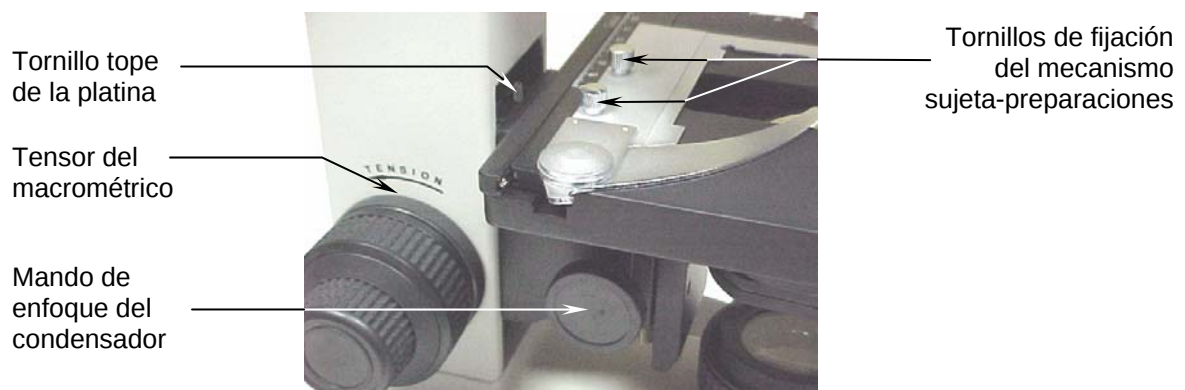
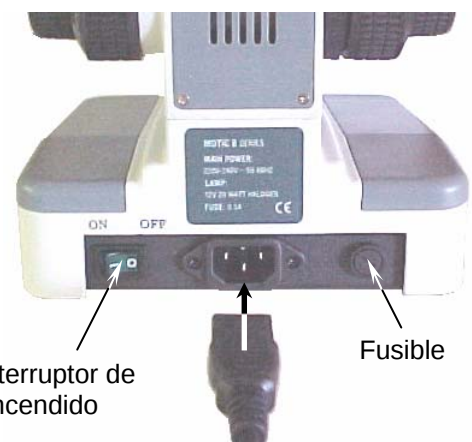

Fig. 1
Fig. 4
A. Condensador (10):
- Gire el mando macrométrico (16) hasta que la platina (8) quede en su posición más alta.
- Gire el mando de enfoque del condensador (Fig.1), hasta que el porta-condensador quede en su posición más baja.
- B. Mecanismo sujeta-preparaciones (6): Gire el mando macrométrico (16) hasta que la platina (8) quede en su posición más baja. Desenrosque completamente los dos tornillos de fijación (Fig. 1) del mecanismo sujeta-preparaciones. Coloque el mecanismo sobre la platina con la palanca de la pinza móvil hacia arriba (4) haciendo coincidir los orificios del mecanismo con los orificios de los tornillos de sujeción. Rosque de nuevo los tornillos de sujeción firmemente.
- C. Objetivos (5): Asegúrese que el revólver porta-objetivos (3) está bien posicionado, para ello el revólver no debe rotar libremente, gírelo hasta que oiga el “clic” y quede bloqueado. Coloque entonces los objetivos empezando por el de menor aumento 4X en cualquiera de los orificios del revólver. A continuación coloque el siguiente objetivo mayor 10X en el orificio contiguo, luego el objetivo de 40X y finalmente el objetivo de 100X.
- D. Cabezal (12): Afloje el tornillo de sujeción del cabezal (14) y retire la tapa de protección del aro donde se coloca el cabezal. Inserte el cabezal hasta que esté bien apoyado sobre el brazo del estativo (15). Aunque el cabezal puede colocarse en cualquier posición, recomendamos por comodidad, que los porta-oculares (13) queden hacia la parte frontal del microscopio. Apriete de nuevo el tornillo de sujeción del cabezal firmemente.
- E. Oculares (1): Retire las tapas protectoras de los tubos porta-oculares (13). Coloque los oculares en los tubos suavemente y sin tocar la superficie de las lentes.
- F. Filtro: Coloque el filtro azul sobre el iluminador (19). Asegúrese de que el filtro queda bien posicionado.
- G. Cable de alimentación: Inserte el cable de alimentación en el conector situado en la parte posterior del microscopio (Fig. 4)
1. Antes de usar el microscopio, ajuste el control de intensidad de luz (20) al mínimo. Esta operación debe ser realizada cada vez, antes de encender o apagar el microscopio, así prologaremos la duración de la bombilla.
2. Pulse el interruptor de encendido en posición ON. (Fig. 4)
4. La intensidad de luz debe ajustarse según el objetivo (5) utilizado o el tipo de preparación a observar.
1. Enfoque una preparación con el objetivo (5) de 10X.
2. Cierre el diafragma de campo (11) girando el anillo situado alrededor del iluminador (19), hasta que aparezca en el campo de visión.
3. A continuación enfoque el diafragma de campo desplazando el condensador (10) mediante su mando de enfoque (Fig. 1). No utilice los mandos de enfoque macrométricos (16) ni micrométricos (17).